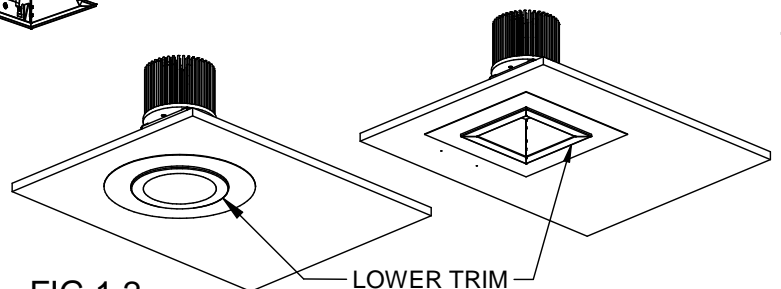

FIG 1.2
- e. Install the light engine assembly to ceiling/frame assembly by squeezing all the springs and inserting it through ceiling cutout and gently pushing it against the ceiling and adapter ring as shown in **FIG 1.2.**
- e. Pour monter le moteur d'éclairage dans le plafond/l'ossature, serrer tous ses ressorts et le faire passer dans l'ouverture découpée en le poussant avec précaution contre le plafond et l'anneau adaptateur, comme illustré à la **FIG 1.2**. **REMARQUE:** Veiller à ce que le système optique supérieur soit correctement en place dans le support de DEL et n'ait pas été délogé durant l'expédition.